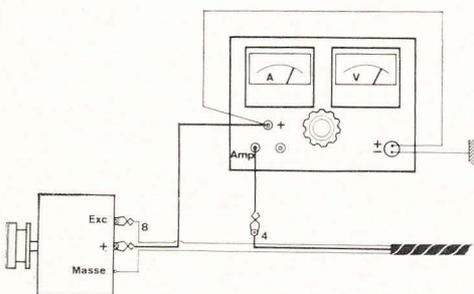

Fig. 99. — Branchements entre le voltmètre-ampèremètre Souriau type 1190-1290 et l'alternateur.
- La borne + de l'alternateur à la borne + de l'ampèremètre (voir fig. 99).